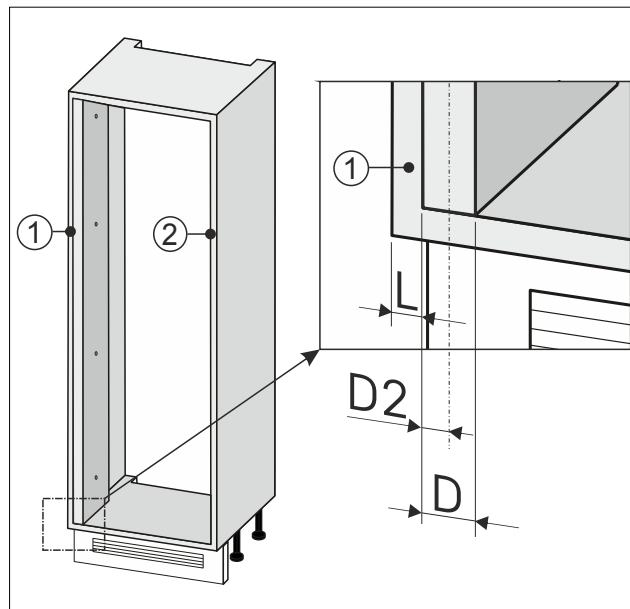

Fig. 91
- Запишете половината ширина Fig. 91 (D2) на изравнителя на стената.